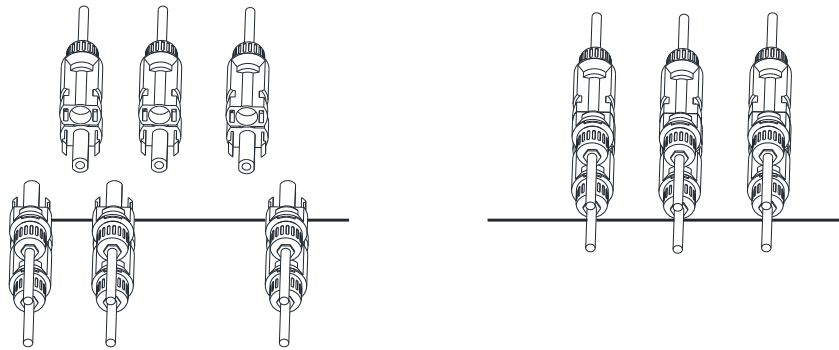

Abb. 5.6 DC-Eingangsanschluss
d) Stecken Sie schließlich den DC-Stecker in den positiven und negativen Eingang des Inverters, wie in Abb. 5.6 dargestellt.